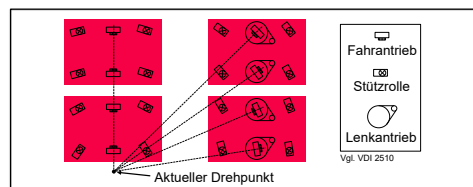

Abbildung 4: Drehung der Räder während einer Kurvenfahrt¹
- **Passende Fahrwerke:** Alle Räder der mobilen Roboter müssen sich auf einer Achse befinden oder drehbar sein (Mecanum- und Omni-Räder ausgenommen) (Abbildung 4). Alternativ bedarf es einer zusätzlichen Verdrehmöglichkeit zwischen den Fahrzeugen und der Last.